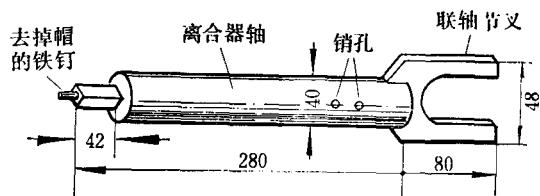

图5 离合器轴
**4. 离合器轴** 如图5所示。它是用长280毫米、直径40毫米的圆木棍制成，圆木棍的左端成方柱形，方柱部分截面为 $24 \times 24$ 毫米2，长40毫米，其端面钉入一个圆钉，并去掉钉帽作为轴。右端固定上一个用木板做成的联轴节叉。靠轴右端有两个插销孔。